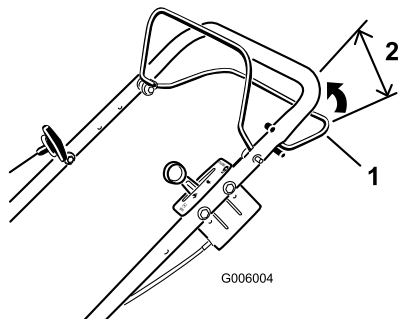
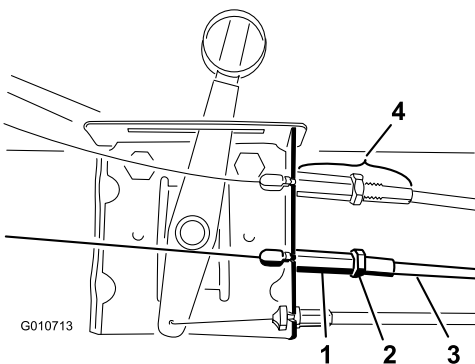

Figura 43
Figura 44
Si el cortacésped no avanza, o si avanza muy lentamente cuando la barra de autopropulsión está a más de 2-1/4 pulgadas (57 mm) del manillar (Figura 43), ajuste el sistema de autopropulsión.
1. Afloje la contratuerca (Figura 44).
2. Enrosque la cubierta del cable en el conector roscado para aumentar el espacio entre la barra y el manillar (o desenrosque la cubierta del cable del conector roscado para reducir el espacio) (Figura 44) hasta obtener el espacio correcto (Figura 43).